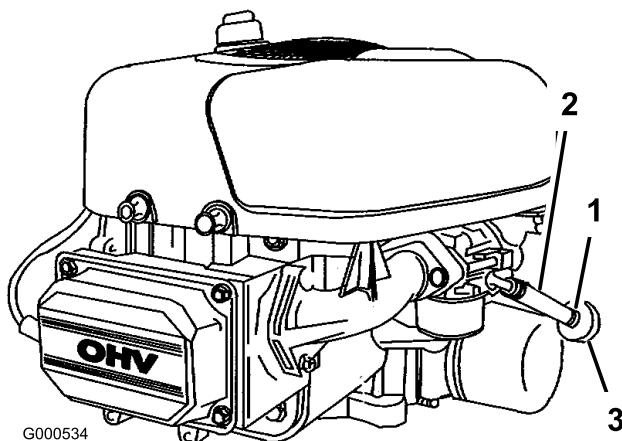

Bild 41
5. Lockern Sie die Schlauchklemme am Kraftstofffilter und schieben Sie sie an der Kraftstoffleitung weg vom Kraftstofffilter (Bild 41).
- Ziehen Sie die Kraftstoffleitung vom Filter (Bild 41).
8. Bringen Sie die Kraftstoffleitung am -filter an. Schieben Sie die Schlauchklemme ganz an den Kraftstofffilter heran, um die Kraftstoffleitung zu befestigen (Bild 41).
4. Drücken Sie die Enden der Schlauchklemmen zusammen und schieben Sie sie vom Filter weg (Bild 41).
6. Setzen Sie einen neuen Filter ein und schieben Sie die Schlauchklemmen an den Filter heran (Bild 41).